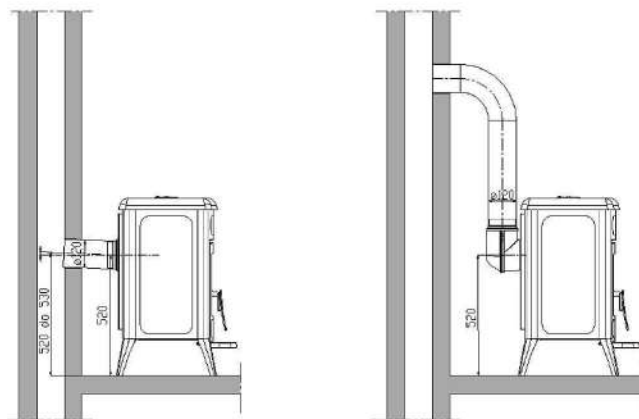

Bild 2
Die Vorderplatte (162) muss auf der vorgesehenen Stelle (siehe Bild auf Vorderseite) angebracht werden. Der Schornsteinanschluss befindet sich an der Hinterseite. Rauchrohranschluss unten und oben, und Rauchrohranschluss werden geliefert. Das Bild 2 zeigt Anschlussmöglichkeiten. Der Anschluss, wie gezeigt auf der Abbildung b), Abb. 6, Seite 55, wird empfohlen. Falls Sie sich für den Anschluss unter a) entscheiden, sorgen Sie dafür, dass der Anschluss mit kleiner Steigung zum Schornstein ausgeführt wird.